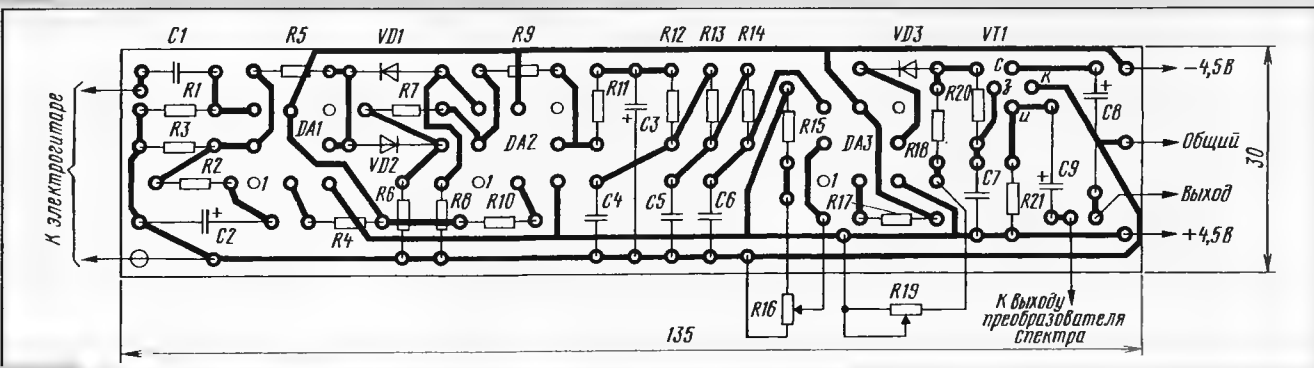

Рис. 2
В реле времени (рис. 2 в статье) можно применить любое с напряжением и током срабатывания не более соответственно 42 В (с учетом 20%-ного запаса на надежность срабатывания) и 150 мА (это макси-
**О схеме, приведенной на рис. 2.**
Номера выводов микросхемного стабилизатора КР142ЕН12А на рис. 2 необходимо изменить следующим образом: 17 — на 2, 2 — на 8, 8 — на 17 (т. е. напряжение  $U_{вх}$  должно поступать на вывод 2, стабилизированное  $U_{вых}$  — сниматься с вывода 8, а с делителем R1R2 должен быть соединен вывод 17).
Печатную плату шумоподавителя можно изготовить по чертежу, изображенному на рис. 2. На ней размещают все детали, кроме переменных резисторов R16 и R18. Плата рассчитана на установку резисторов МЛТ, конденсаторов К52-1 (С2), К53-1 (С3, С8, С9) и КМ (остальные).